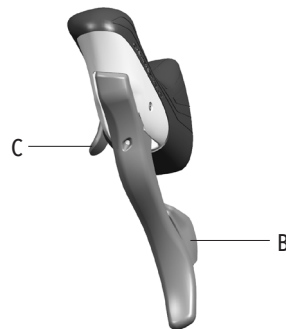

Fig.13
- Le levier B (Fig. 13) de la poignée gauche agit sur le dérailleur avant et permet à la chaîne de passer sur le plateau supérieur.
- Le levier C (Fig. 13) agit sur le dérailleur avant et fait glisser la chaîne sur le plateau inférieur.